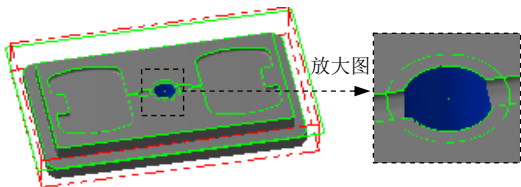
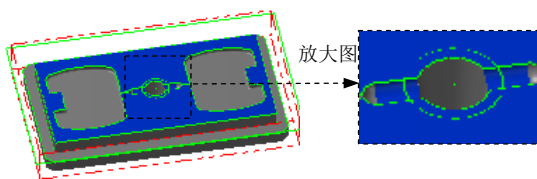

图 20.28 选取加工面
图 20.29 选取干涉面
Step2. 选择加工方法。选择下拉菜单 **刀具路径 (T)** → **曲面粗加工 (R)** → **等高外形加工 (O)...** 命令。
Step3. 选取加工面及干涉面。在图形区中选取图 20.28 所示的曲面，然后按 Enter 键，在弹出的“刀具路径的曲面选取”对话框的 **检测** 区域中单击 按钮，选取图 20.29 所示的曲面，然后按 Enter 键。